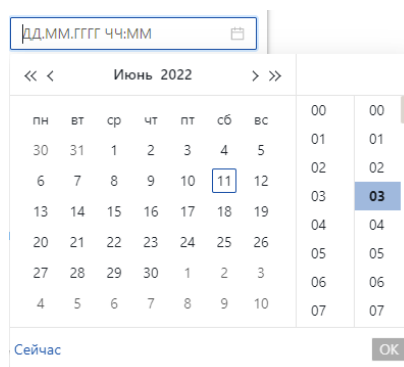

Рисунок 3-4
- выбор даты и времени (Рисунок 3-4)